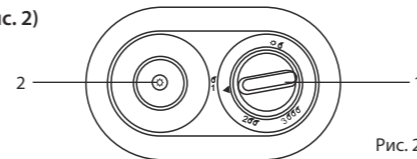

Рис. 2
Панель управления (рис. 2)
2. Нажмите и плавно поверните ручку регулировки газа на панели управления в положение (1σ) (рисунок 2). Продолжайте удерживать в нажатом положении ручку регулировки газа в течение 20-30 секунд. Одновременно несколько раз нажимайте кнопку пьезоподжига, до тех пор, пока не загорится запальная горелка. Каждый раз, как Вы нажимаете на кнопку пьезоподжига, Вы можете слышать громкий щелчок и видеть искру на электроде пьезоподжига. Продолжайте удерживать ручку регулировки газа в нажатом положении в течение 10-15 секунд с момента зажигания факела запальной горелки для активации датчика наличия пламени.